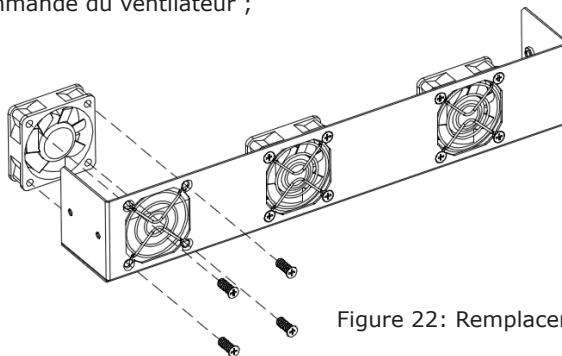

Figure 22: Remplacement du ventilateur
- (8) Démonter le ventilateur endommagé de l'onduleur comme indiqué à la Fig 22, puis installer le nouveau ventilateur à sa position d'origine, et connecter le câble d'alimentation et de commande du ventilateur ;